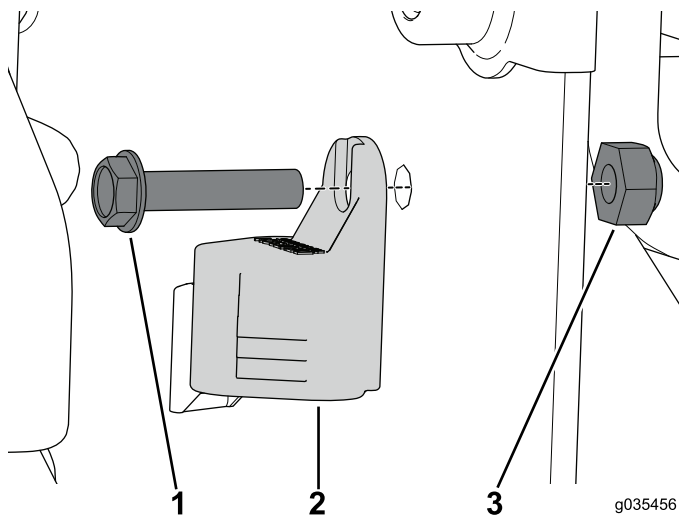

Bild 16
9. Befestigen Sie die Schraubenkappe mit der Schraube (Nr. 10 x 7/8") und Sicherungsmutter am Steuergerätkasten (**Bild 16**).